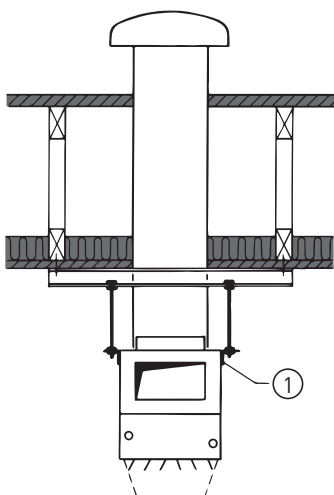

Fig. 6
**Takmontering:** Fläkt, blandningsdel och monteringsvinklar sätts ihop på golvet och hissas upp som en enhet för montering i tak (fig. 6)